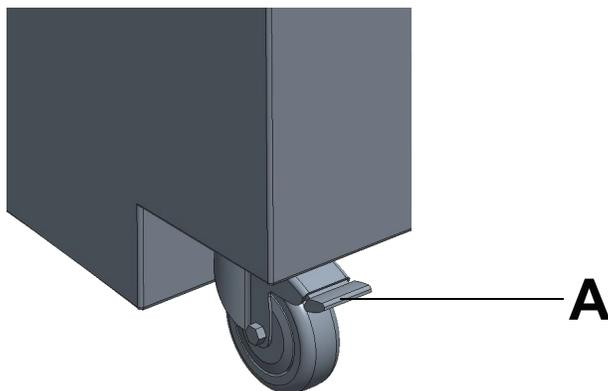

Figure 2 – Verrouillage des roulettes
Pour verrouiller les roulettes, pousser vers le bas le verrou de roulette (A) à l'aide du pied (Figure 2).